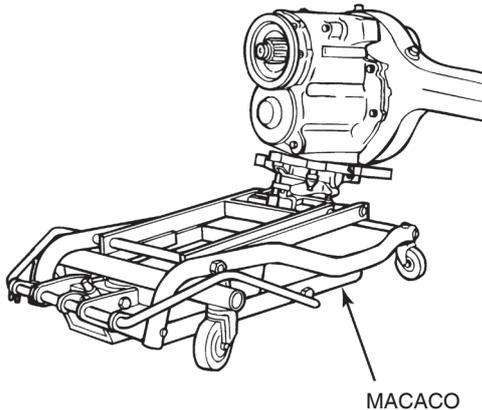

Figura 5.103
- Use um macaco hidráulico ou uma ferramenta de levantamento para instalar o conjunto do diferencial na carcaça do eixo. Figura 5.103.